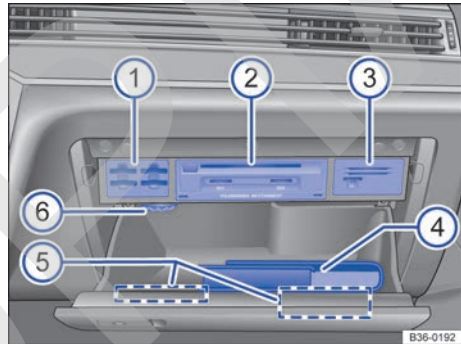

Fig. 162 Guantera abierta.
Leyenda de la **fig. 162**:
En la parte superior y en la tapa de la guantera puede haber unos soportes para tarjetas de memoria, tarjetas de plástico y monedas, así como un alojamiento para un estuche para gafas → fig. 162 ①, ③ y ⑤.